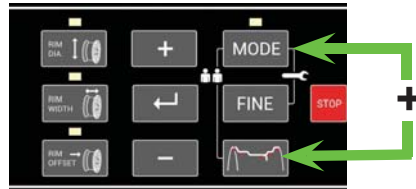

Figura 31a
- Pulse las teclas "MODE" y "Weight Placement" simultáneamente durante 3 segundos. Consulte la figura 31a.